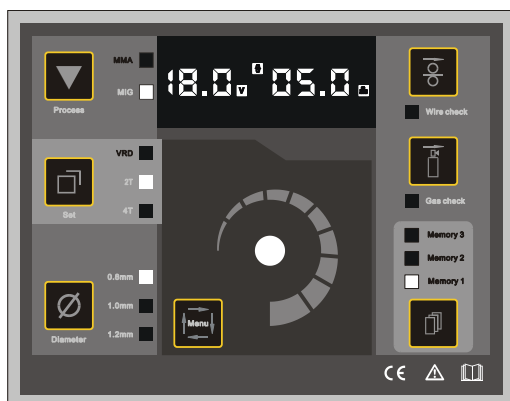
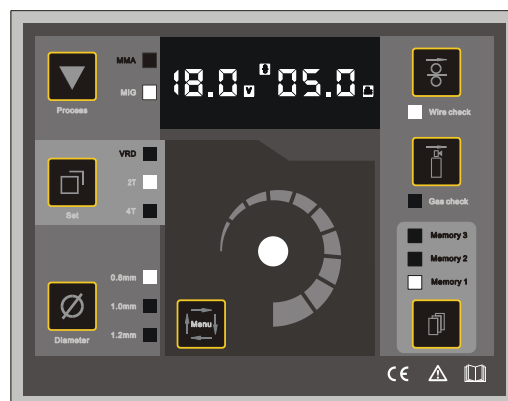

Рисунок 5: Дисплей с установленным напряжением в режиме MIG mode
Рисунок 6: Проверка подачи проволоки в режиме MIG
- а) Когда вы закончили варить, нажмите **【MMA/MIG переключатель】**, загорается индикатор режима MIG и аппарат готов к работе в режиме MIG.(Рисунок 5)
- б) **【Цифровой дисплей показывает】**показывает установленное “18.0V” в вольтах (V). В то время как “05.0м/мин означает номинальный скорость подачи проволоки и указывается в м/мин”
- с) В режиме MIG нажмите кнопку **【BURN BACK】**, индикатор загорится и вы можете отрегулировать подачу проволоки на высокую скорость. (Рисунок 6). **【Цифровой дисплей】** будет мигать до тех пор пока вы не нажмете выключатель горелки либо любую другую кнопку на панели. **【Цифровой дисплей】** и **【BURN BACK】** перестают мигать – прекращается подача проволоки